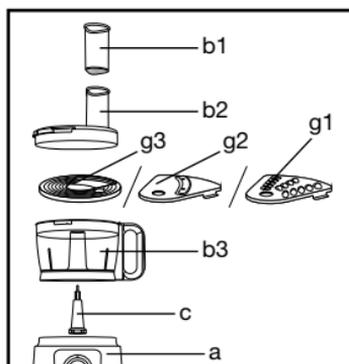

fig. 4a
- Coloque la lámina elegida (g1) o (g2) en el porta láminas (g3) (fig 4a), empuje el adaptador de accesorios (c) todo lo que sea posible através de la lámina (g) y bloquee el conjunto, a continuación, accione la velocidad sólo después de bloquear y tapar el recipiente (fig 4a).